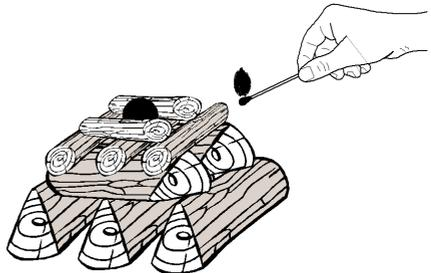

FIG. 7b
3. Coloque en la parte superior de la madera insertada (Fig. 7b), entre los trozos pequeños de madera, la pieza de encendido prevista y luego enciéndala.